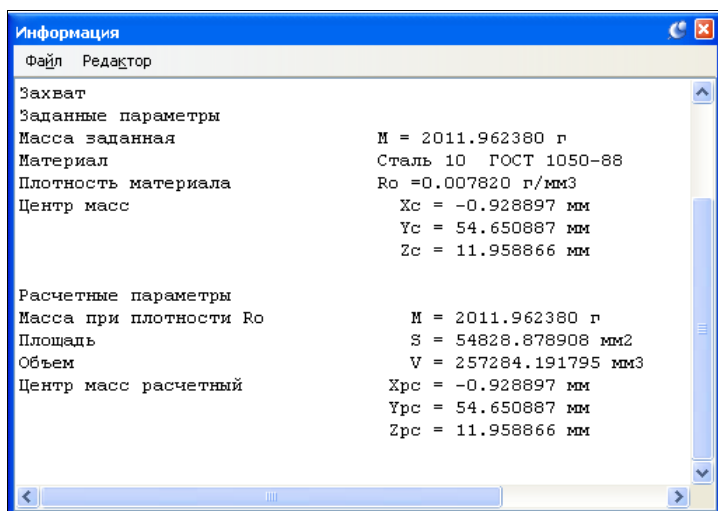

Рис. 19.9. Окно Информация
- ♦ щелкните ЛК по кнопке **МЦХ модели**. Результаты вычислений отразятся в появившемся диалоговом окне **Информация** (рис. 19.9). На Панели свойств: МЦХ